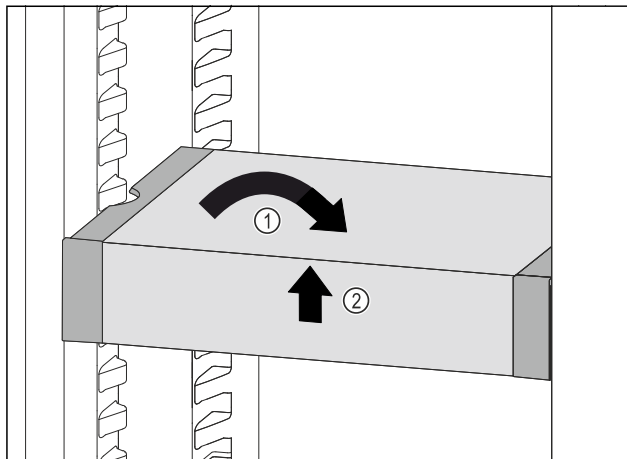

Fig. 130
- ▶ Predal VarioSafe postavite ravno. Fig. 130 (1)
- ▶ Predal VarioSafe dvignite spredaj. Fig. 130 (2)